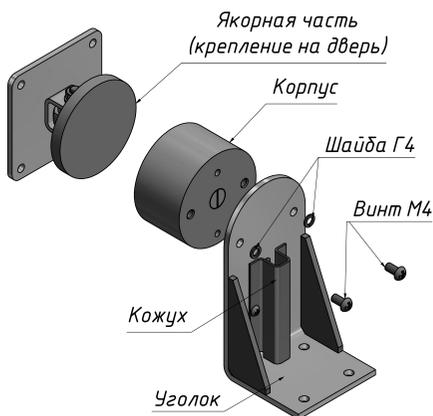

Рисунок 2 – Крепление корпуса замка на L-уголок
3.2 По отдельному заказу также поставляется монтажный L-уголок AL-50FC для крепления корпуса замка на пол (рисунок 2 - уголок, шайба Г4 (2 шт.),- винт М4х8 п/к (2 шт.).